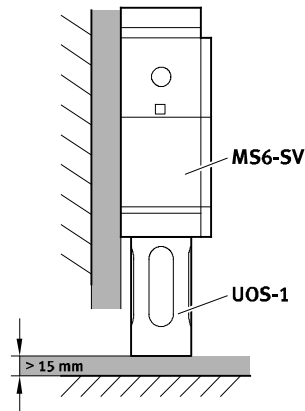

Fig. 5 Einbau
- Minimalen Abstand von 15 mm unterhalb des Schalldämpfers einhalten (→ Fig. 5). Der Freiraum sorgt für ein störungsfreies Entlüften.